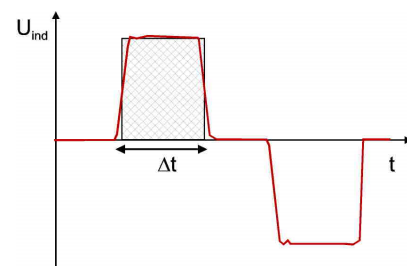

Abb. 3
Die wirkliche Geschwindigkeit ermitteln Sie mit Maßband und Stoppuhr (incl. Fehler). Machen Sie einige Testläufe, bis die Geschwindigkeit ungefähr passt, und speichern (exportieren!) Sie pro Geschwindigkeit eine Messung  $U_{ind}(t)$  für die weitere Auswertung ab. Notieren Sie außerdem die Plateauwerte  $U_{ind-max}$ ,  $U_{ind-min}$  der induzierten Spannungen sowie  $\Delta t$  (Abb. 3) Legen Sie folgende Messtabelle an:
- 4.3 Stellen Sie die Kurven  $U_{ind}(t)$  aus 3.2 für die verschiedenen Geschwindigkeiten dar. Bestimmen Sie jeweils die von der Kurve eingeschlossene Fläche, d.h. das Integral (siehe Gl. 6b) und daraus die wirkende Magnetfeldstärke. So können Sie  $B$  ermitteln, auch wenn  $v$  unbekannt ist! Das Integral können Sie näherungsweise durch ein Rechteck ermitteln (Abb. 3).